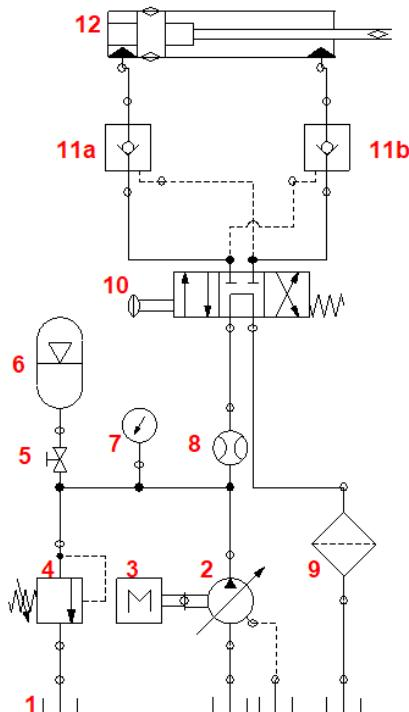

Figure 1
1) Le schéma ci-dessous (**Figure 1**) représente le circuit d'une installation hydraulique utilisée pour commander un vérin.